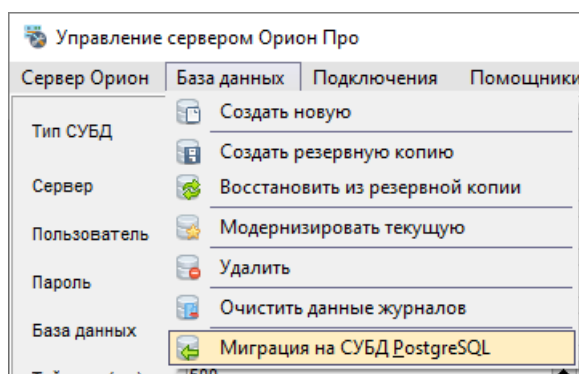

Рисунок 4-82 Переход к миграции БД из СУБД Microsoft SQL Server в СУБД PostgreSQL
- 1) выберите в меню «База данных» (см. п. 4.3.1.2) пункт «Миграция на СУБД PostgreSQL» (см. Рисунок 4-82);